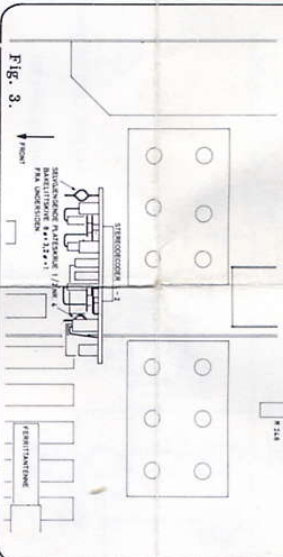

Fig. 3.
3. Trekk ut ekvivalenktortet og monter dekoderen som vist i fig. 3. Legg isolasjonsskivene mellom skruhodene og hovedplattens folieside og fest med to skruer fra TK-platens folieside.